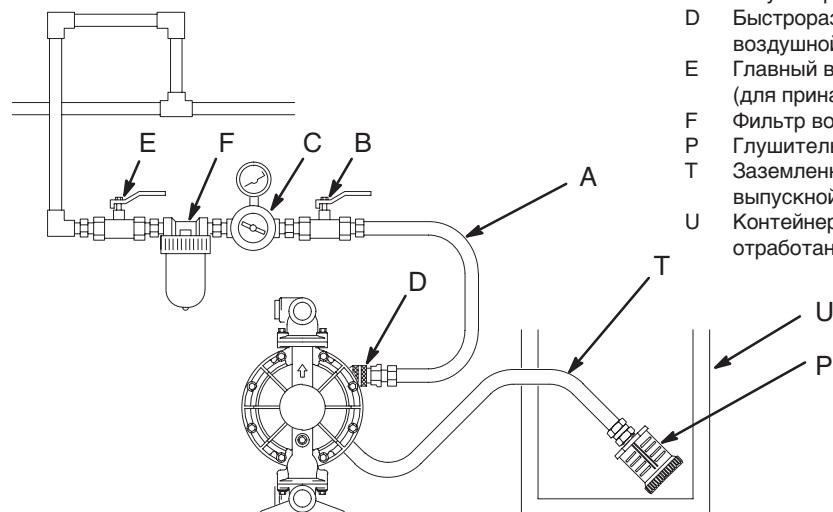

Рис. 6
Повреждение диафрагмы приведет к попаданию перекачиваемой жидкости в выходящий воздух. Установите подходящий контейнер в конце линии выхода воздуха для сбора жидкости. См. Рис. 6.
1. Снимите глушитель (P) с выпускного порта насоса для воздуха.
2. Установите заземленный воздушный выпускной шланг (T) и подсоедините глушитель (P) к другому концу шланга. Минимальный внутренний диаметр для воздушного выпускного шланга составляет 3/4 дюйма (19 мм). Если требуется шланг длиной более чем 4,57 м, то используйте шланг с большим диаметром. Избегайте изгибов под острым углом или перегибов шланга.
3. Установите контейнер (U) на конце воздушной выпускной линии для сбора жидкости в случае разрыва диафрагмы. См. рис. 6.